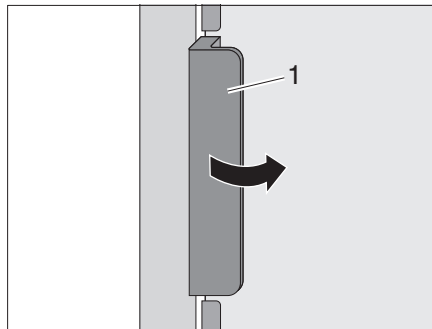
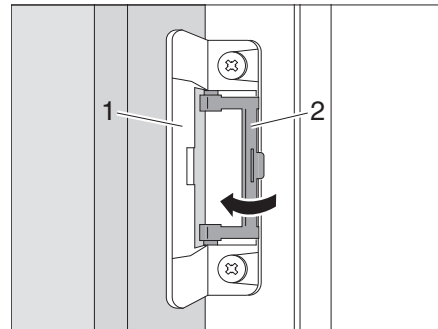

Bild 363 Öppna kylskåpsdörren
Bild 364 Låsa i ventilationsläge
Öppna: ■ Öppna kylskåpsdörren med handtaget (Bild 363,1). Låset (Bild 364,1) lossas automatiskt.
■ Fäll upp spärren (Bild 364,2).